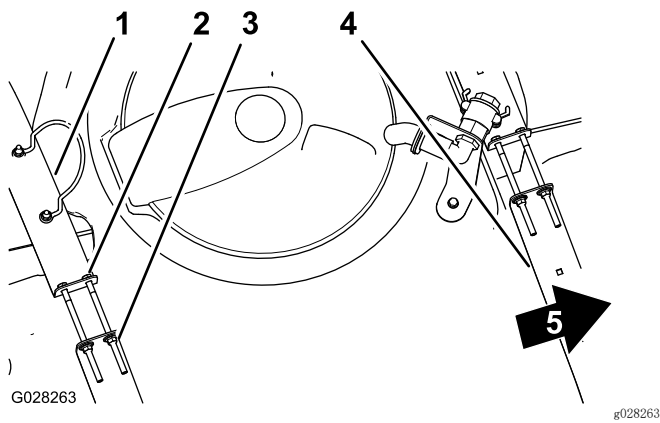

图21
2. 检查药缸箍带与药缸之间是否有任何活动（图21）。
- 如果药缸箍带与药缸之间有松动，应拧紧箍带顶部的凸缘锁紧螺母和螺栓，直到箍带与药缸表面齐平（图21）。